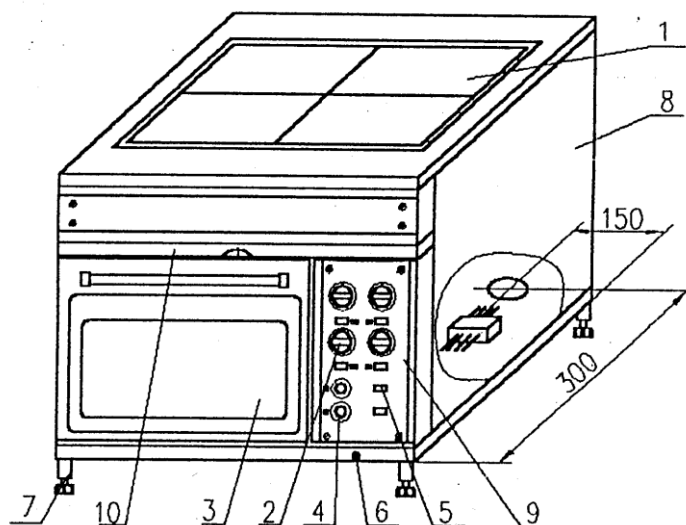

Рисунок 1-Общий вид плиты
4.1 Общий вид плиты приведен на рис.1.
6.4 Установить плиту на полу и произвести выравнивание ее положения с помощью регулируемых опор 7 (смотри рис.1).